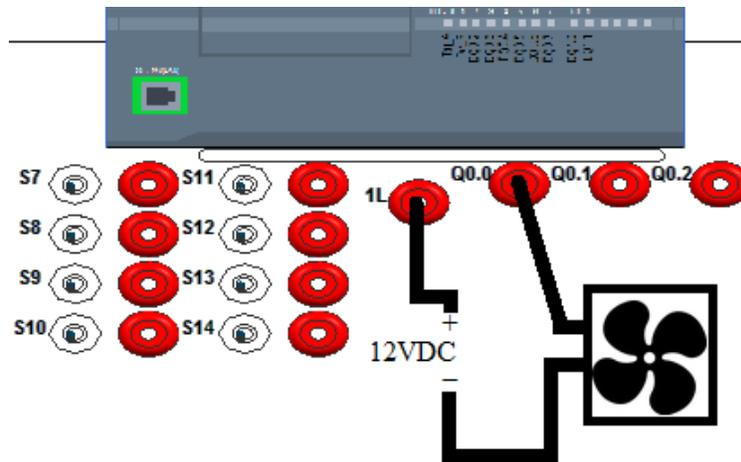

Figura 9. Conexión de salida a relé Q0.0 del PLC S7-1200.
9. Para simular el sistema de refrigeración utilice un ventilador de computadora de 12VDC conectado como se muestra en la Figura 9.